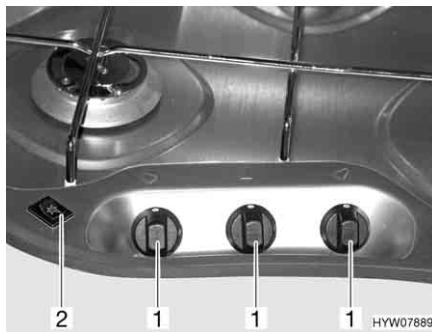

Fig. 138 Elementi di comando del fornello a gas
- Ruotare il pomello girevole (Fig. 138,1) dell'impianti a fiamma libera desiderato in posizione accesa (fiamma alta).
- Premere l'interruttore a bilico (Fig. 138,2). Sul bruciatore vengono prodotte scintille.